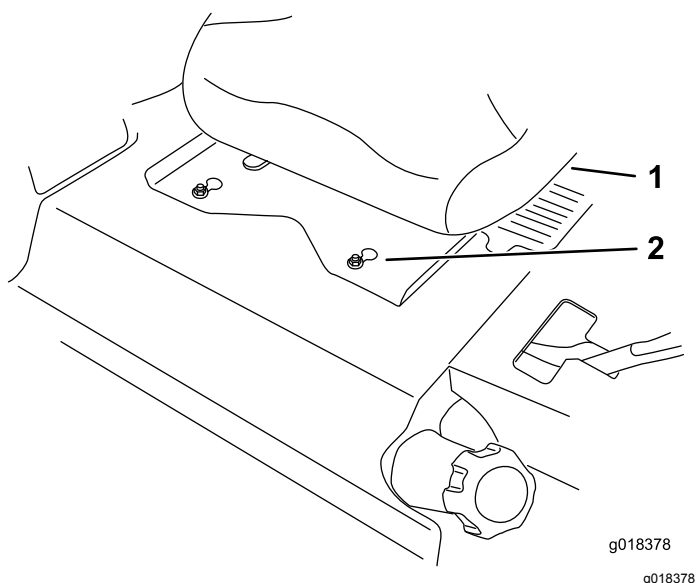

Figura 67
7. Deslice el asiento y la chapa del asiento hacia adelante para que las tuercas puedan pasar por los orificios (Figura 67).